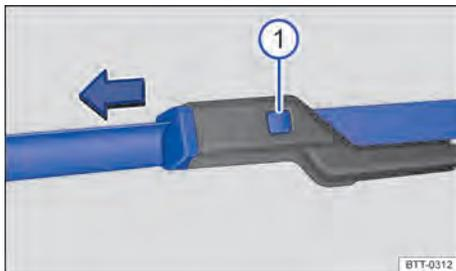

Fig. 153 Trocar as palhetas dos limpadores dos vidros do para-brisa.
- Manter o botão de destravamento pressionado e, ao mesmo tempo, puxar a palheta dos limpadores dos vidros para fora, no sentido da seta → Fig. 153 ①.